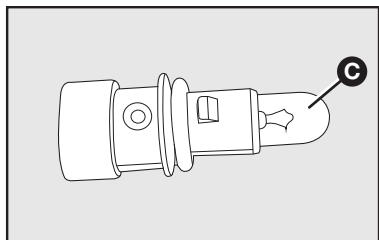

fig. 40
- 4) Substituir a lâmpada danificada **C-fig. 40**, puxando-a;